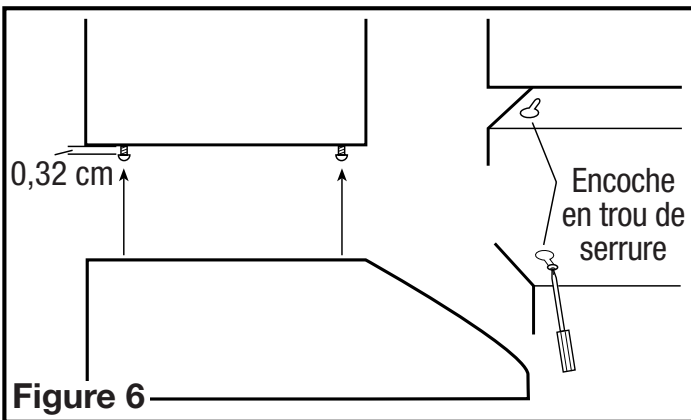

Figure 6
5. Installer les 4 vis de montage aux endroits marqués précédemment. Laisser un dégagement d'environ 0,32 cm (1/8 po). Glisser la hotte en place au travers des trous en poire et aligner le devant de la hotte pour qu'il soit à effleurement avec le devant des armoires. Visser fermement toutes les vis (Figure 6).